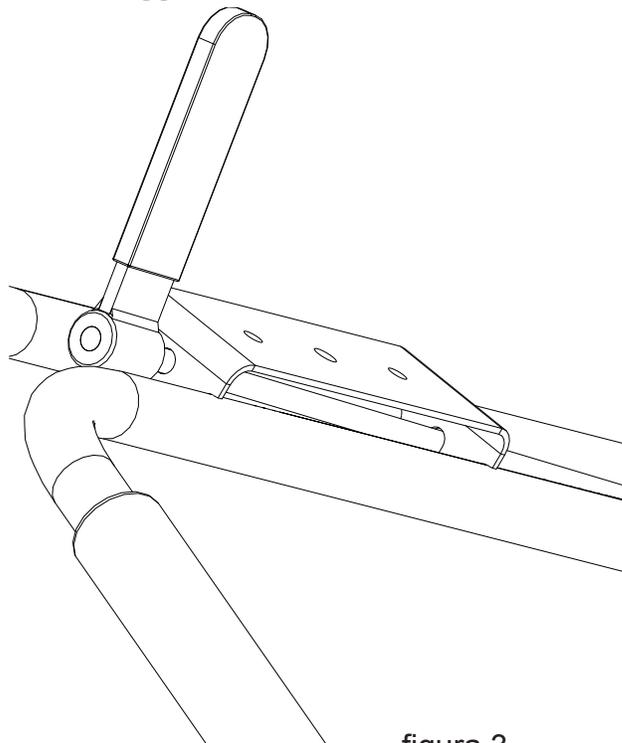
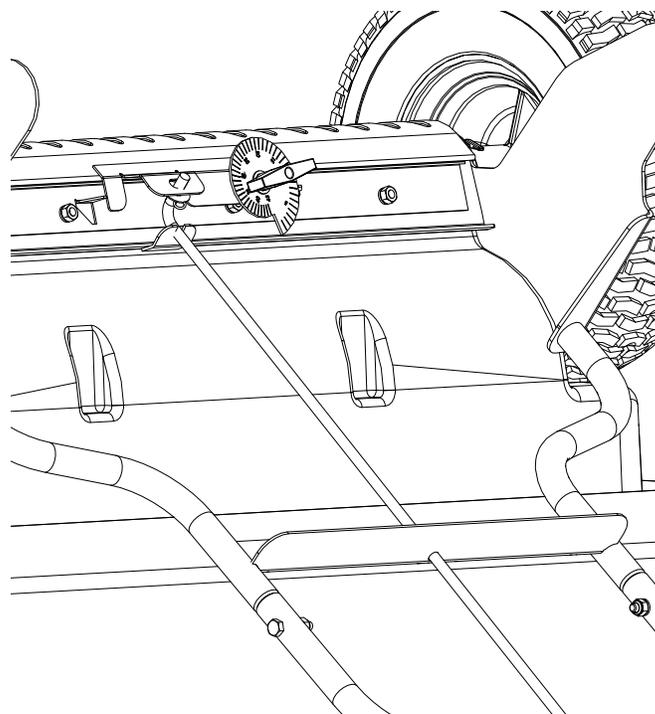

figura 3
figura 1
Passo 2: Montate il manubrio superiore sul telaio (vedi figura 1), contemporaneamente inserite l'asta nel manubrio come mostrato in figura 3.